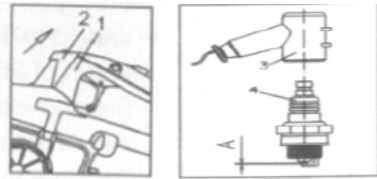

Fig 12
2. Întreținerea bujiei (ref. Fig. 12)